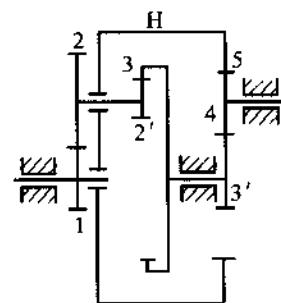

图 12
21. 如图 12 所示为电动卷扬机减速器。已知各轮齿数为： $z_1 = 24$ ， $z_2 = 52$ ， $z_{2'} = 21$ ， $z_3 = 78$ ， $z_{3'} = 18$ ， $z_4 = 30$ ， $z_5 = 78$ ，求 i_{15} 。